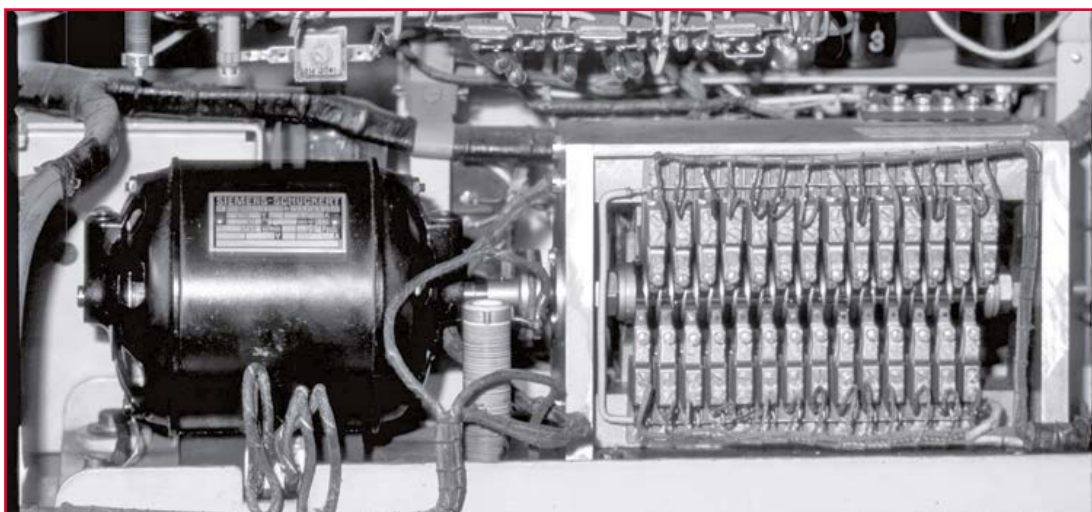

Figure 3.
Premières tentatives prudentes : le moteur d'entraînement des cames des deux jeux de contacts (**fig. 3**) était grippé ; pas de haute tension (HT) sur le tube cathodique (« tube de Braun ») de 7 pouces (18 cm) à déviation asymétrique. Malheureusement, ce tube était devenu inutilisable du fait de la corrosion des fils au niveau du culot. Seule la partie à fréquence audio de l'appareil semblait plus ou moins en état de marche. Le transformateur à haute tension a dû être reboiné deux fois avant de « tenir » dans le circuit. Une entreprise spécialisée en Hollande a réparé le tube cathodique, en remplaçant par du neuf le canon à électrons et l'écran. La section audio de l'appareil a été vérifiée soigneusement et les composants douteux ont été remplacés. La reprise de l'alignement de nombreux filtres